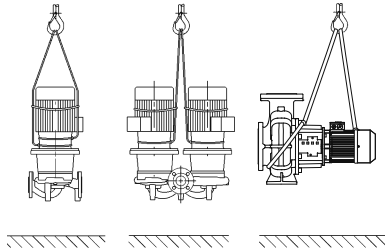

Fig. 6: Transport de la pompe
- Les œillets de transport du moteur servent ici de guidage lors de la suspension de la charge (Fig. 6).